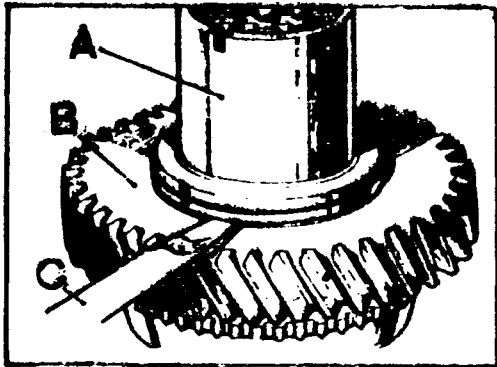

Fig. C-101 Verificación del juego longitudinal del engranaje de segunda velocidad
- 3.2.2. Montar el engranaje de segunda velocidad, B (Fig. C-101) en el manguito espaciador, A, situando el costado del dentado de mayor diámetro hacia el resalte del manguito.
- 3.2.3. Deslizar el conjunto del engranaje y manguito sobre el eje principal hasta que se apoye sobre la arandela de empuje y, manteniendo el manguito fuertemente apoyado sobre la arandela, se comprobará el juego longitudinal (Fig. C-101) del engranaje de segunda, el cual debe quedar comprendido entre 0,10 y 0,18 mm.